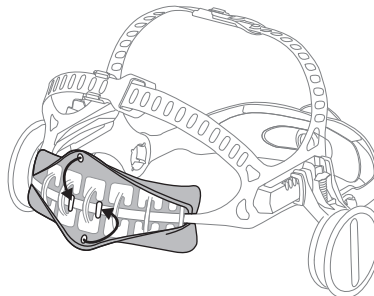

Fig. 11b
- c. Tire los bucles de sujeción de la banda para el sudor para hacerlo pasar sobre los ganchos del retenedor, para lograr un ajuste seguro (Fig. 11b y 11c).